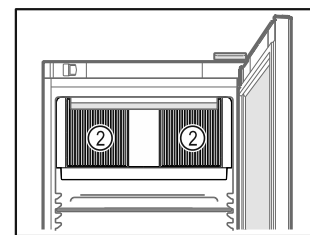

Fig. 79
- Se till att inte blockera ventilationsgallren Fig. 79 (2) för fläkten inne i skåpet.